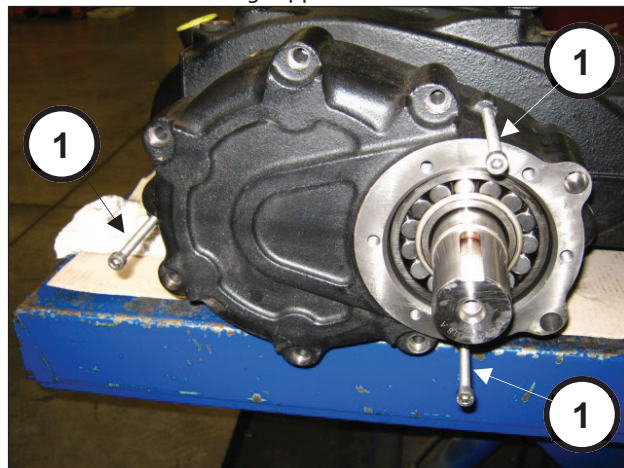

Fig. 7
Posizionare n. 3 grani o viti filettate M8 (pos. ①, Fig. 7) con la funzione di estrattori negli appositi fori.